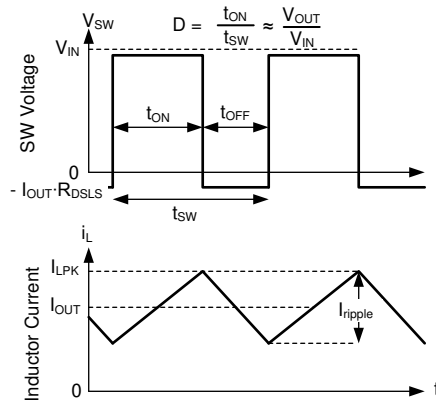

图 7-10. 连续导通模式 (CCM) 下的 SW 电压和电感器电流波形
有关 LM656x5 的以下运行说明，请参阅节 7.2 和图 7-10 中的波形。两者都以变化的占空比 (D) 打开内部高侧 (HS) 和低侧 (LS) NMOS 开关，从而提供稳定的输出电压。在 HS 开关导通期间，SW 端子电压  $V_{SW}$  摆动至大约  $V_{IN}$ ，电感器电流  $i_L$  以线性斜率增加。HS 开关由控制逻辑关闭。在 HS 开关关闭时间  $t_{OFF}$ ，LS 开关打开。电感器电流通过 LS 开关放电，这会强制  $V_{SW}$  通过 LS 开关两端的压降摆动到地电位以下。稳压器环路调节占空比以保持恒定的输出电压。D 由 HS 开关在开关周期内的导通时间定义： $D = T_{ON}/(T_{ON} + T_{OFF})$ 。